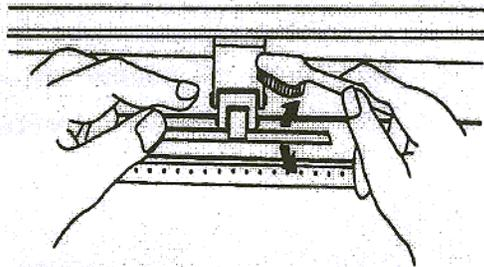

Figura 5-1
3. Use un cepillo de cerdas (un cepillo de dientes puede servir) para quitar el polvo de la superficie del tambor. Rote el tambor manualmente mientras va limpiando. Observe la Figura 5-1